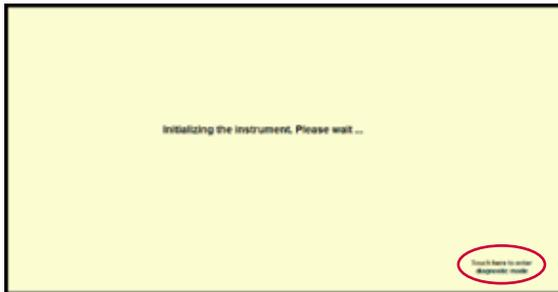
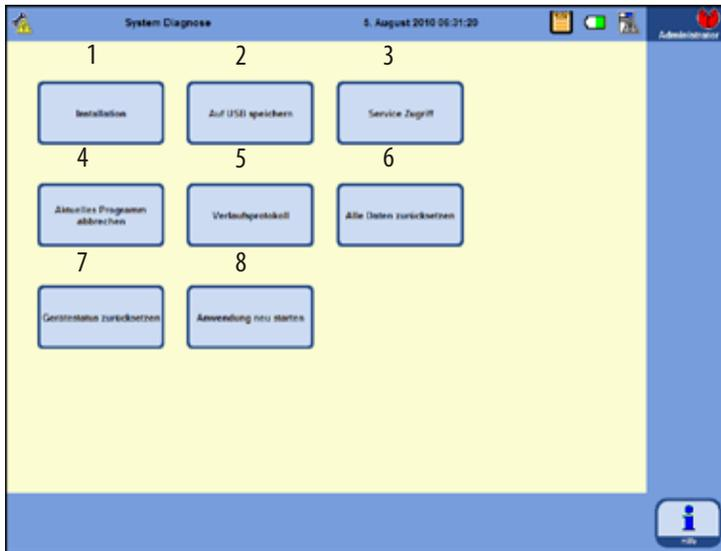

Abb. 58
Abb. 60
- Nach dem Einschalten benötigt das Gerät eine kurze Zeit für die Initialisierung. Dies wird auf dem Bildschirm wie nebenstehend angezeigt (Abb. 58).
in der rechten unteren Ecke während des Initialisierens (Abb. 58) führt in das Menü **SYSTEM DIAGNOSE** (Abb. 60).
Dazu den Button ANWENDUNG NEU STARTEN (8 in Abb. 60) drücken und die folgende Abfrage mit JA bestätigen. Die Initialisierung startet erneut, wie in Abb. 58 und Abb. 59 gezeigt.